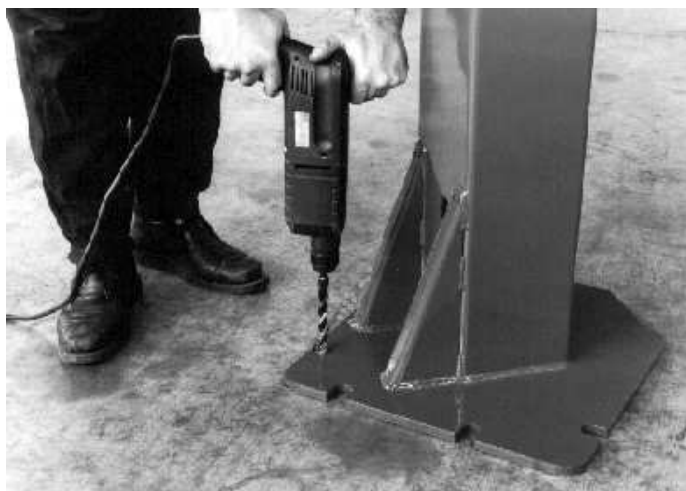

Fig.13 Abb.13
2) Sollevare la colonna in posizione verticale, usando la base come dima forare il pavimento con una punta da calcestruzzo Ø24 per una profondità di circa 200mm (fig.13).
2) Lift the post into the vertical position using the base as the template; drill the floor with a 24 Ø bit for concrete down to a depth of about 200 mm (Fig.13).
2) Placer la colonne à la verticale et en utiliser la base comme gabarit pour percer le sol à l'aide d'une mèche à béton Ø 24, sur une profondeur d'environ 200 mm (fig.13).
2) Heben Sie die Säule in die vertikale Position an und bohren Sie unter Verwendung der Basis als Schablone den Boden mit einem Bohrer für Beton Ø24 und bis auf eine Tiefe von ca. 200 mm (Abb.13).
2) Elevar la columna en posición vertical, usando la base como plantilla, taladrar el pavimento con una broca para hormigón de Ø24 en una profundidad de aproximadamente 200mm. (fig.13).